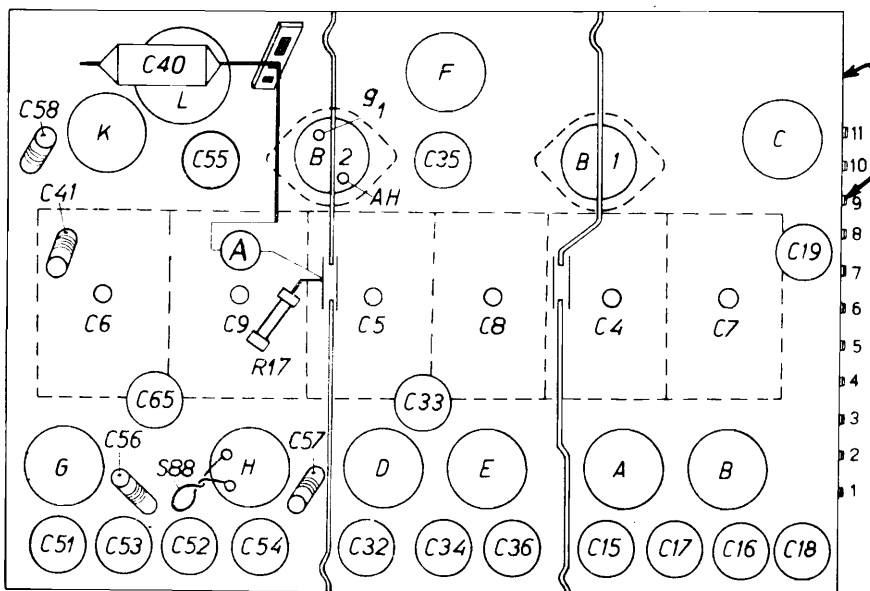

Fig. 16
- Verbindingsdraad van C40 naar de doorvoertulle boven de buishouder van B2 bij de tulle lossolderen en een mA meter tussenschakelen (zie fig. 16).